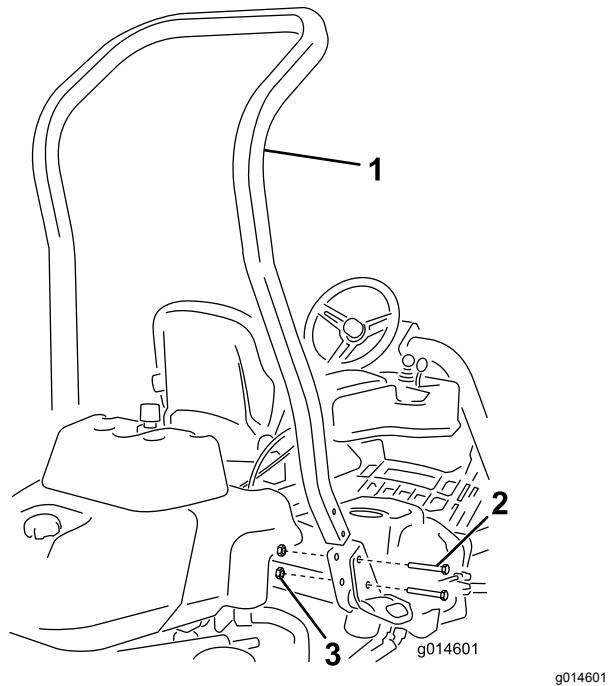

Figura 3
3. Installate il roll bar nelle tasche su ciascun lato della macchina, utilizzando 4 bulloni ($\frac{1}{2}$ " x $\frac{3}{4}$ ") e 4 dadi flangiati ($\frac{1}{2}$ ") come illustrato nella Figura 3.